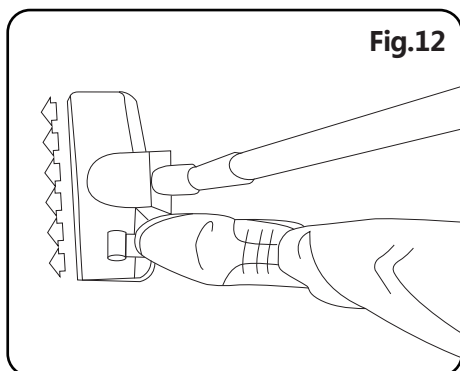

Fig.12
3. Como na fig.12, pise no pedal da ferramenta de escova para deixar as cerdas para fora e pode limpar o chão.